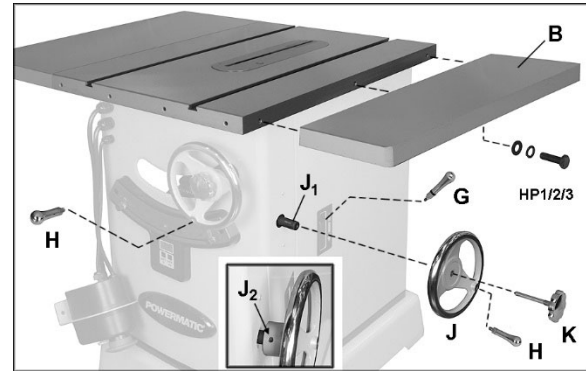

Figura 6-3: instalación de accesorios
Vea la Figura 6-3.
1. Quite la cinta adhesiva de alrededor del eje para exponer las roscas y la chaveta del eje (J1, Figura 6-3).
5. Instale la perilla de traba (K, Figura 6-3) y las manijas (H). Use la llave en la superficie plana de las manijas para apretarlas contra los volantes.